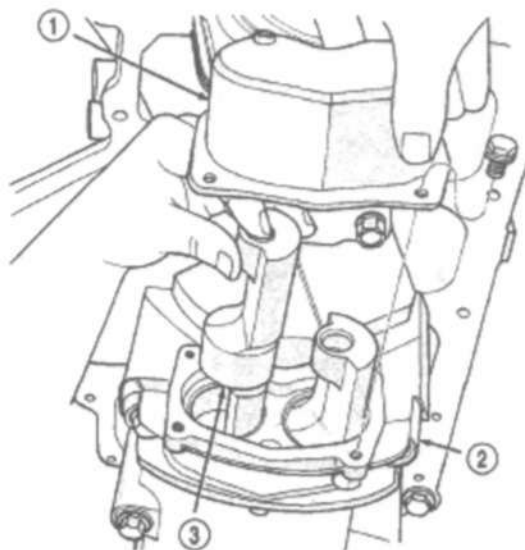

Рис. 116 Балансировочный вал – снятие/установка
При снятии картера следующие детали остаются на местах: крышка шестерен, шестерни, балансировочные валы и задняя крышка (Рис.116).
- (1) После установки балансировочных валов в картер (Рис.116) установить его на картер двигателя и затянуть четыре болта крепления моментом 54 Н·м.
- (2) Проворачивать балансировочные валы так, чтобы обе шпоночные канавки были направлены вверх, параллельно вертикальной осевой линии двигателя.